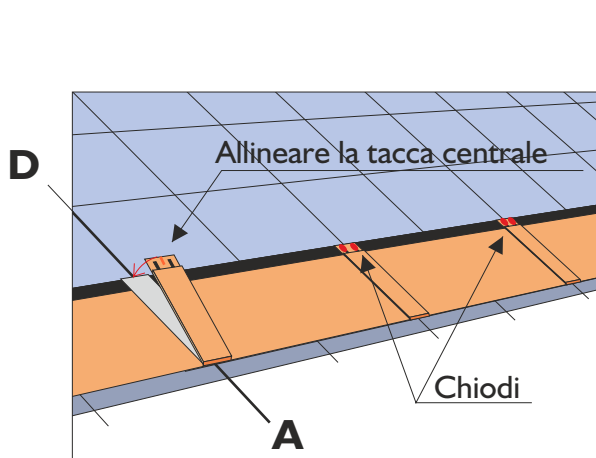

Fig. 8 - Applicazione del Compact Clip
- Si inserisce il “Compact Clip” allineandone la tacca centrale sulla retta AD e lo si chioda negli appositi fori (fig. 8).